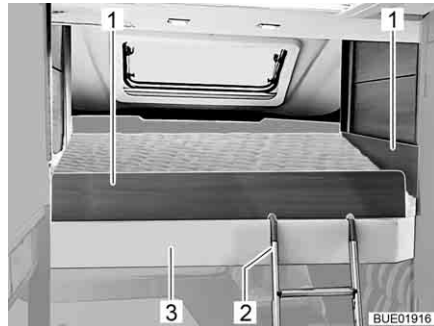

Fig. 106 Cama elevada con placas de retención
- Insertar las placas de retención (Fig. 106,1) entre el colchón y el marco de la cama (Fig. 106,3).
- Enganchar ambos estribos de la escalera de ascenso (Fig. 106,2) en el marco de la cama (Fig. 106,3).
- Desenganchar la escalera de ascenso (Fig. 106,2) del marco de la cama (Fig. 106,3).